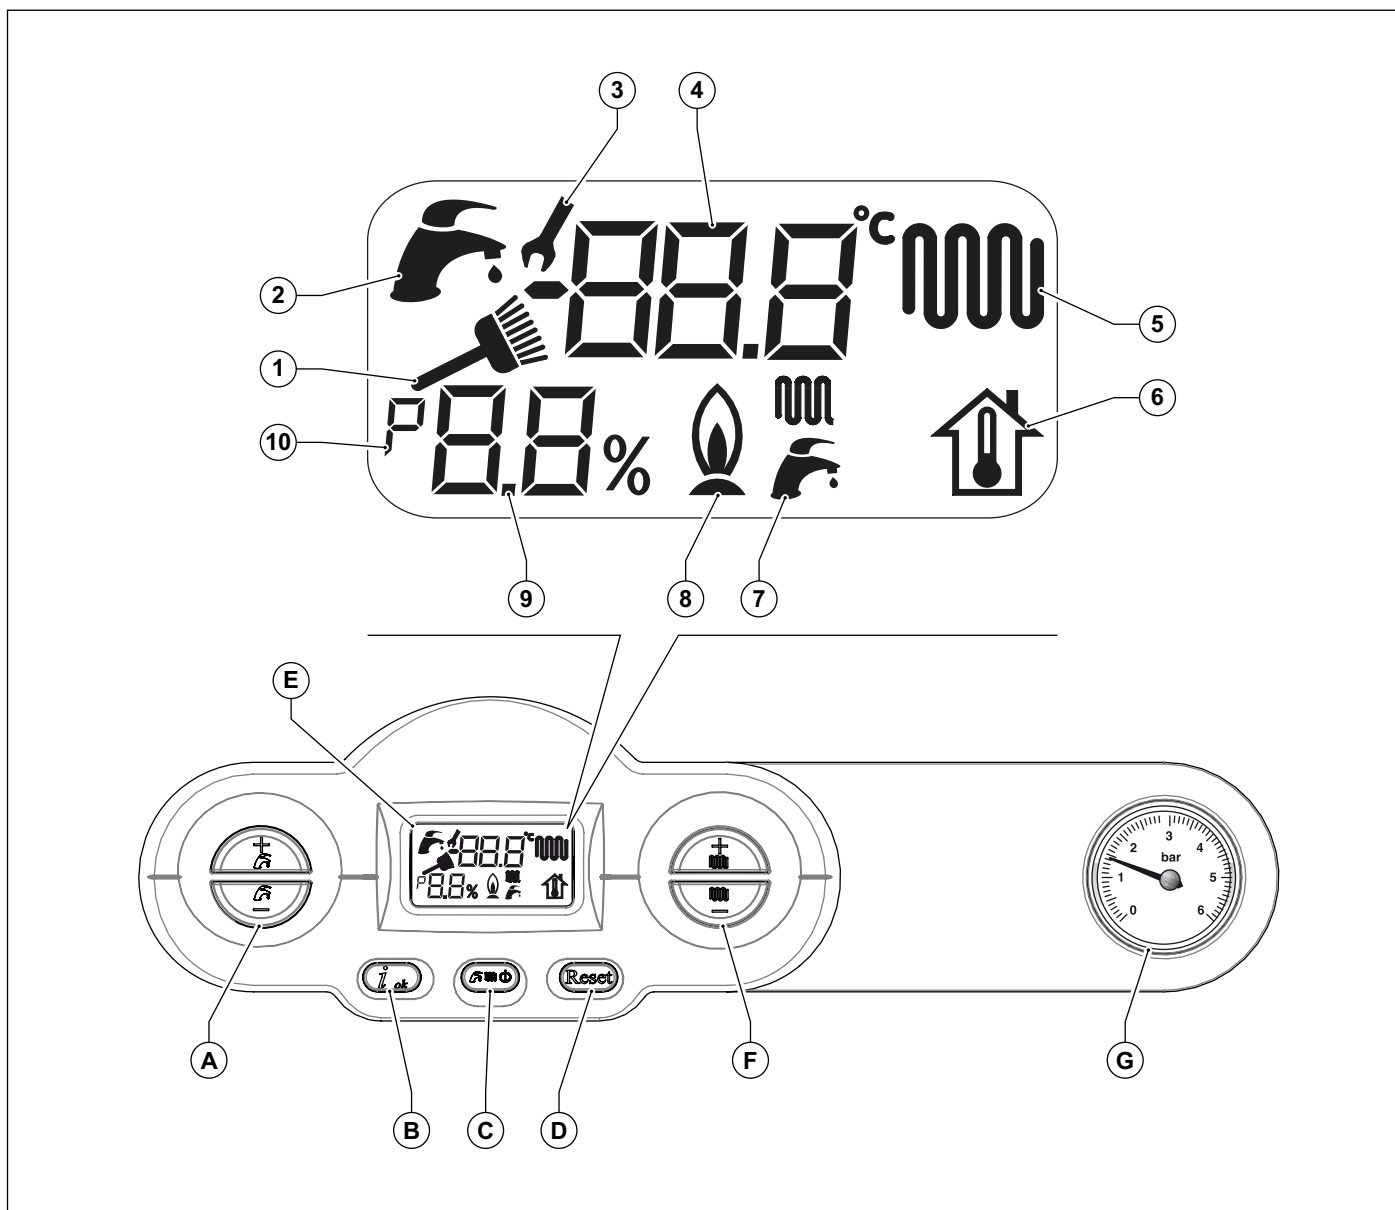

Рис. 1 Панель керування
- Вибрати режим роботи котла: OFF/ЛІТО/ЗИМА/ТІЛЬКИ ОПАЛЕННЯ (див. кнопку (C) на Рис. 1 Панель керування на сторінці 8).